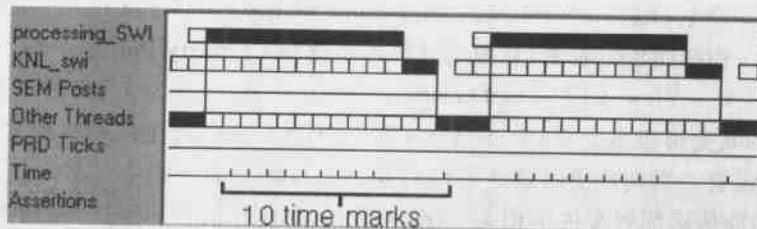

图 7.29 Load 值为 900 时的线程执行图
(11) 在线程执行图内右击, 从弹出的菜单中选择 Clear。因为 processing\_SWI 在 10 个标记发生前已完成其操作, 因此程序仍能满足实时要求, 如图 7.29 所示。
(12) 在 Load 调节窗口将 Load 改为 1 200, 单击 Execute 按钮。CPU 负荷和线程执行图将不再频繁更新, 甚至根本就不更新, 这是因为执行图的相关数据在 idle 线程内送给主机, 其优先级是所有线程中最低的, 而高优先级线程用完了所有的处理时间。因此主机没有足够时间更新窗口, 此时程序就不能满足实时要求。